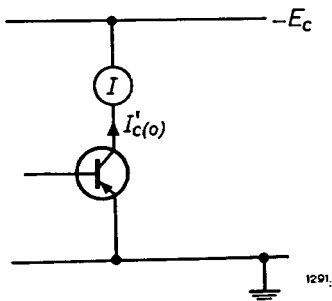

Fig. 2
2. Het meten van de lekstroom van de collector, $I'_{c(0)}$ (Fig. 2)